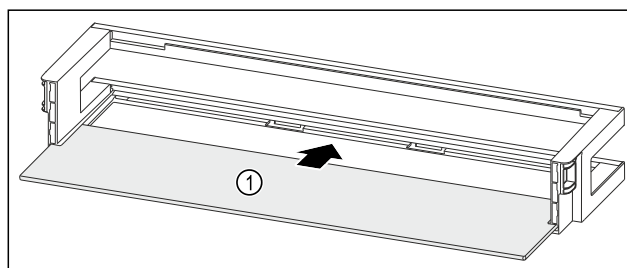

Fig. 214 Дверная полка со съемной полкой
- Вдвиньте съемную полку Fig. 214 (1) в боковые пазы.